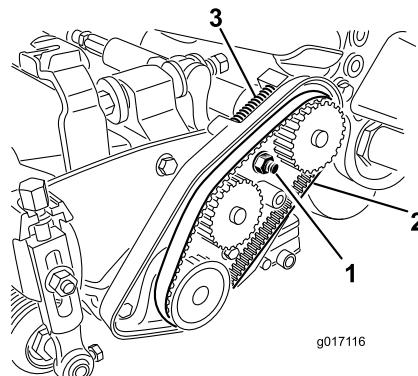

Рисунок 42
- Ослабьте гайку крепления корпуса подшипника (Рисунок 42).
- C. Удалите все загрязнения из внутренней части отсека ремня и вокруг пружины сжатия (Рисунок 42).